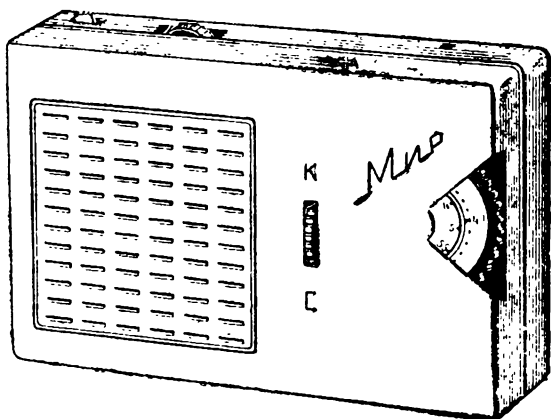

Рис. 28. Внешний вид приемника «Мир».
**Краткая характеристика.** Приемник, внешний вид которого показан на фотографии рис. 28, представляет собой супергетеродин, выполненный на пяти транзисторах и одном полупроводниковом диоде.